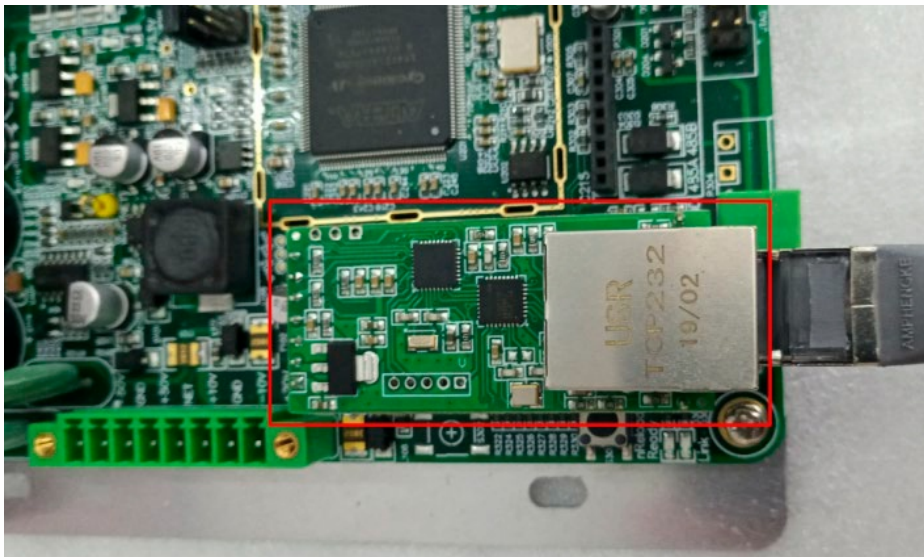

Рисунок 1-16
2. Подключите сетевой кабель к модулю TCP232, как показано на рис. 1-16, а другой конец подключите к маршрутизатору, обменнику или другому оборудованию для быстрого подключения к Интернету. Включите плату, и она работает. (TCP232 хорошо настроен на заводе, дополнительные настройки не требуются.)